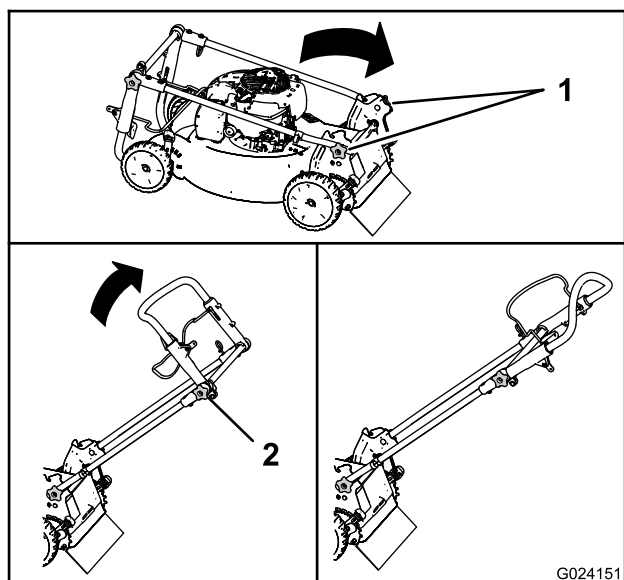

Figure 3
1. Retirez les boutons du guidon du carter de la machine (Figure 3).
3. Amenez le guidon en position d'utilisation (Figure 3), et serrez les 2 boutons aussi fermement que possible.
4. Desserrez le bouton de guidon supérieur, amenez le guidon en position d'utilisation (Figure 3), et resserrez le bouton supérieur du guidon.